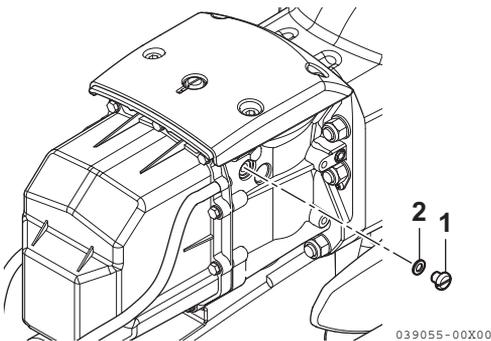

Figura 15
- 1- Rimuovere il tappo di sfiato dell'olio (1, **Figura 15**) e la guarnizione (2, **Figura 15**).